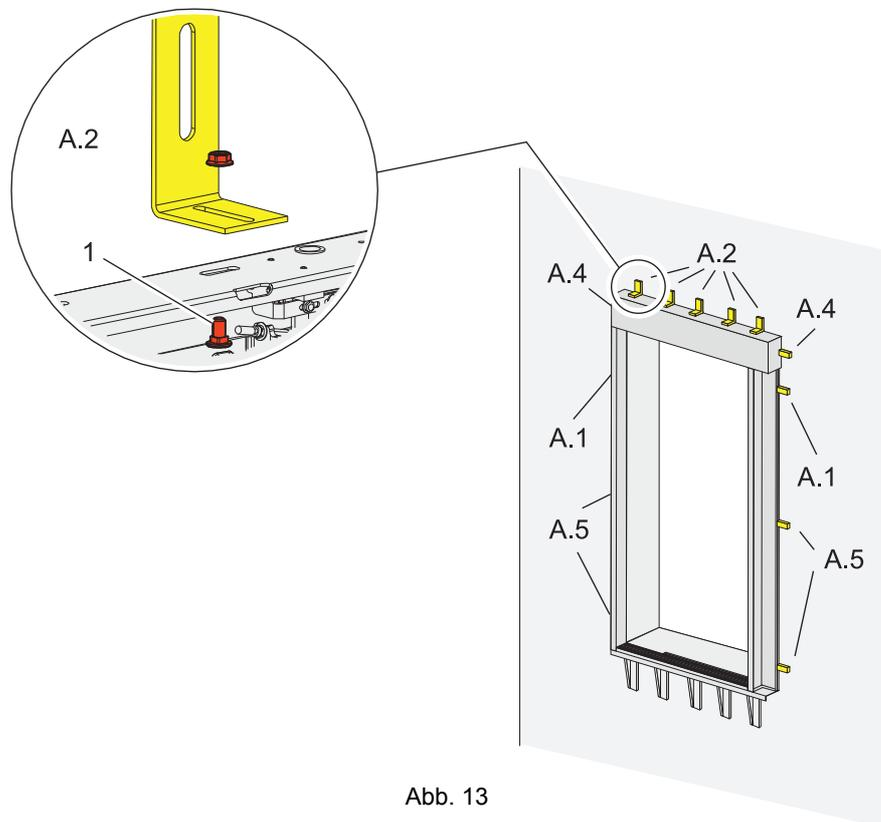

Abb. 13
Bestehen Brandschutzanforderungen, müssen die Zargen (3) müssen so positioniert werden, dass das Maß 15 mm zu den Schrauben (1) der Befestigungswinkel (A.1, 13Abb. 13) nicht unterschritten wird. Das Türblatt (2) könnte sonst mit den Schrauben kollidieren.
- Mit den in Punkt 5.2.3 entfernten Blechschrauben (5) den Kämpfer (8) an der oberen Zarge (4) befestigen
- Kämpfer (8) mit Senkkopfschrauben (9) an den seitlichen Zargen montieren
- Kämpfer mit zwei Winkeln (A.2, siehe Abb. 13) an der Schachtwand so fixieren, dass ein Ausrichten des Kämpfers möglich ist
- Bestehen Brandschutzanforderungen, sicherstellen, dass die anschließende Montage der Befestigungswinkel (A.1) wie bei Abb. 13 beschrieben möglich ist